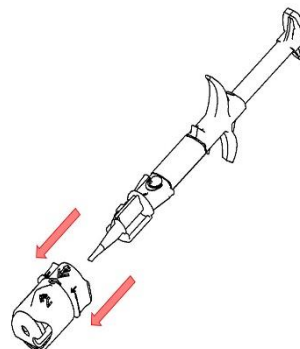

Fig. 3
6. Retirer de l'injecteur le pièce composée de l'adaptateur '2' et de l'anneau rotatif '4' comme indiqué à l'étape '4'(Fig. 3) et la détruire.